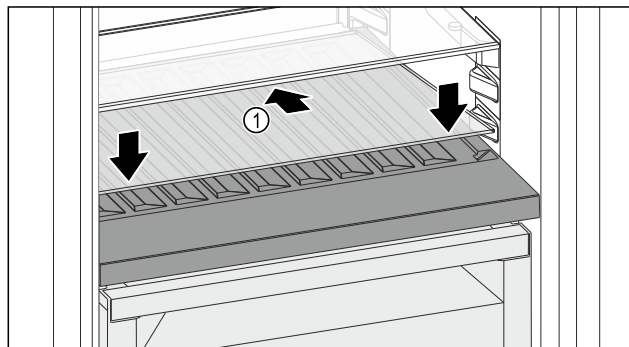

Fig. 168
- Stekleno ploščo Fig. 168 (1) namestite postrani, nagnjeno spodaj nazaj.
- Stekleno ploščo Fig. 168 (1) spustite spredaj.